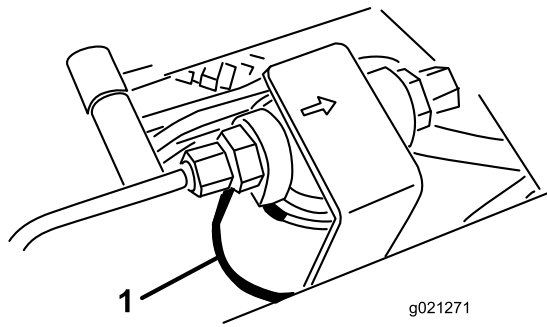
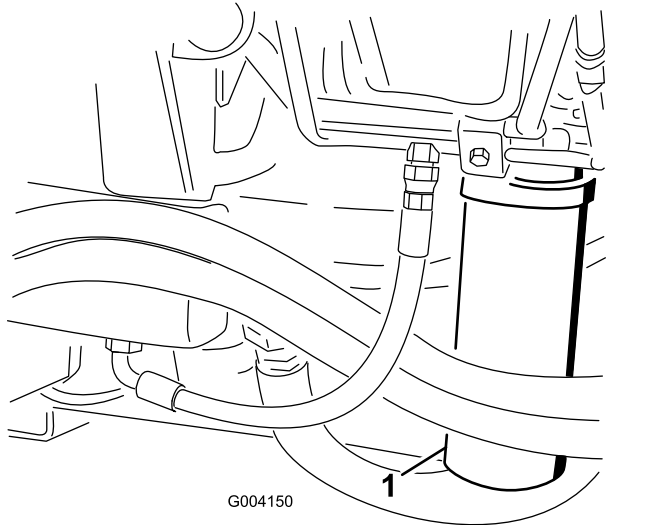

Bild 92
Bild 93
2. Reinigen Sie den Bereich um den Filterbefestigungsbereich und stellen Sie eine Auffangwanne unter den Filter (Bild 92) und (Bild 93).